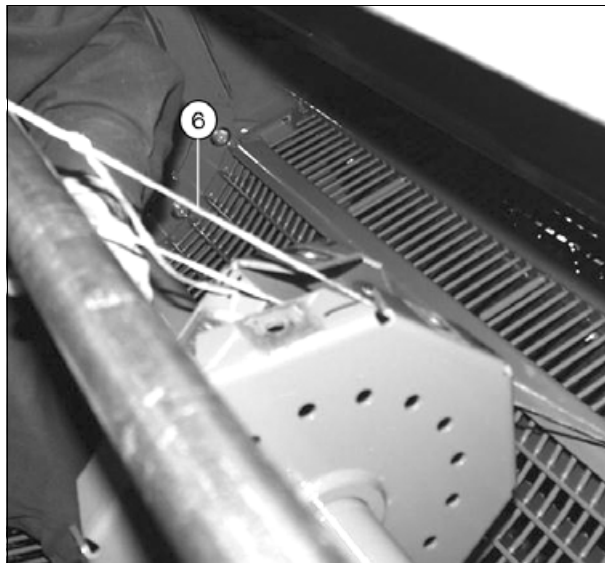

Рис. 1.
5. Ослабьте кронштейн на подбарабанье барабанного сепаратора. Доступ к подбарабанью осуществляется через смотровой люк. См. (рис. 1).